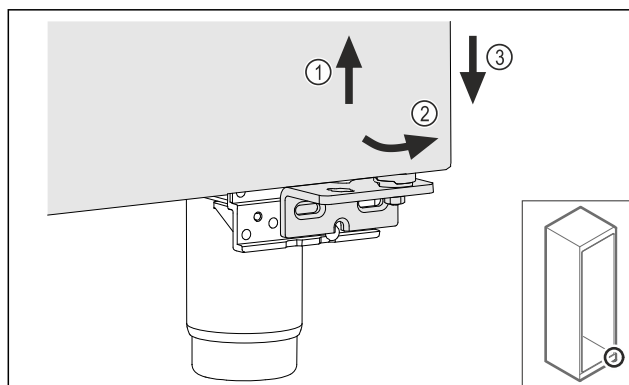

Fig. 16
- ▶ Повдигнете леко вратата Fig. 16 (1), наведете я отдолу напред Fig. 16 (2) и я спуснете Fig. 16 (3).